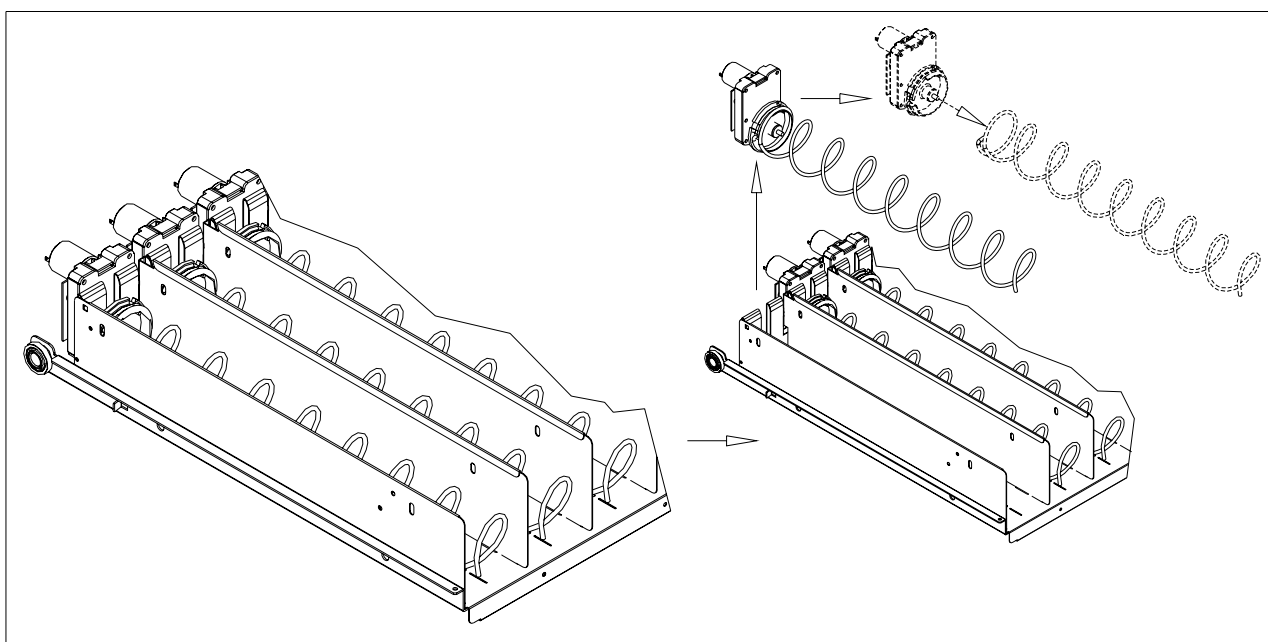

FIG. 7
9.2 SOSTITUZIONE SPIRALE E GRUPPO MOTORE ESPULSORE (FIG. 7)